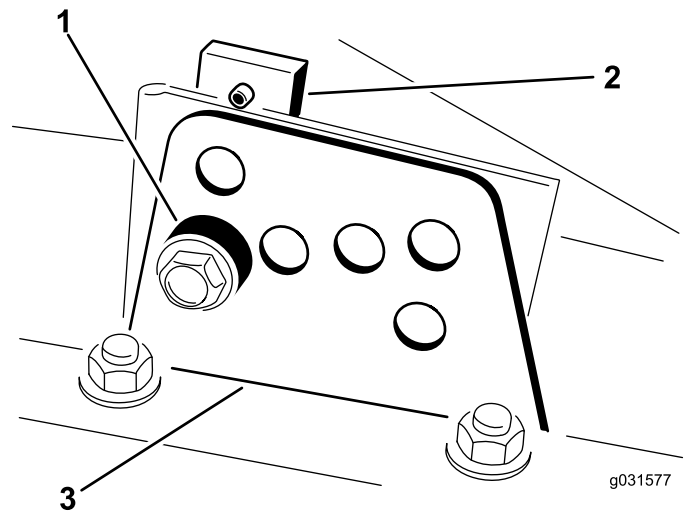

Figura 18
2. Allentate il bullone che fissa ogni staffa dell'altezza di taglio alla relativa piastra (lati anteriore e laterali), come illustrato nella Figura 18.
- Supportate l'alloggiamento e togliete il distanziale (Figura 18).